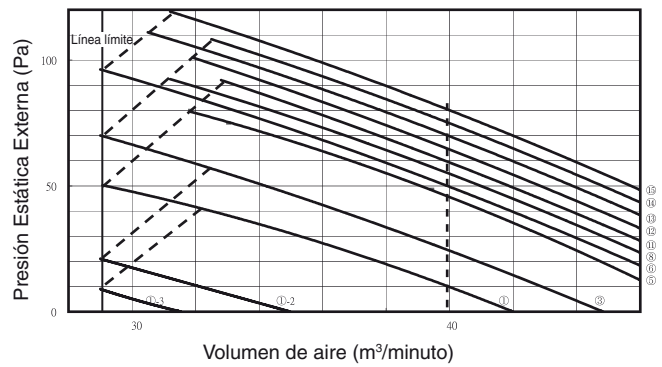

Fig.3-18
- (2) El control de operación se completará en aproximadamente tres minutos si el ajuste se ha realizado correctamente. Los ajustes se modificarán si están fuera del margen de uso (máx. 30 mins.). Si no se lo finaliza en menos de 31 minutos, controle si la velocidad del aire está ajustada o no en "H".
- (3) Diríjase a la Tabla 3-4 y la Fig. 3-18 para detalles sobre la relación entre el valor del código del elemento “b0” y la presión estática exterior.
- (4) Cuando se ajusta en el control de grupo (conectando varias unidades interiores con un mando a distancia alámbrico), ajuste el código “b0” para cada unidad interior.
- **Asegúrese de controlar que la presión estática exterior se encuentre dentro del margen para el uso y luego realice el ajuste. No cumplir con esto podría resultar en un flujo de aire insuficiente o pérdidas de agua. Consulte la fig. 3-18 para el margen de ajuste de la presión estática exterior.**
Diríjase a la tabla 3-4 y Fig. 3-18 y seleccione un valor entre "0001" y "0015".